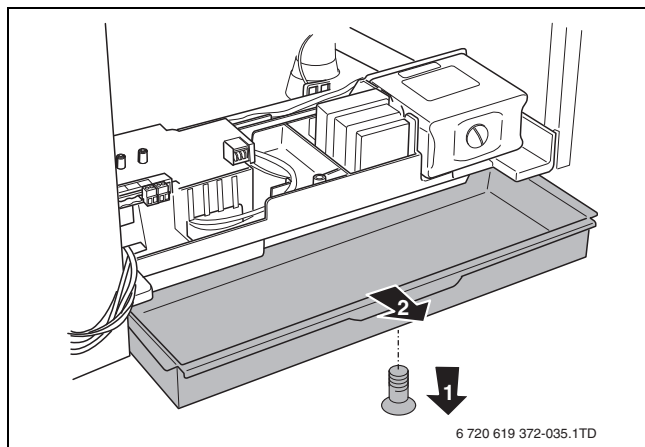

Bild 44 Schublade öffnen
- Schraube lösen (→ Bild 44, Schritt 1).
- Schublade öffnen (→ Bild 44, Schritt 2).